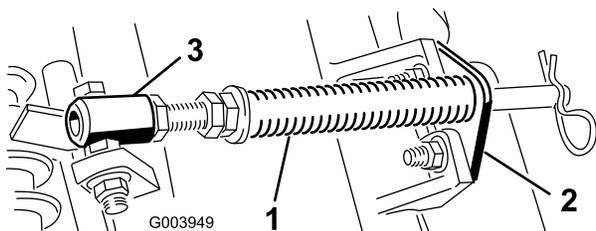

**Figura 9**
5. Il contrappeso (Figura 9) deve essere montato dal lato giusto dell'elemento di taglio, come descritto nel *Manuale dell'operatore* degli elementi di taglio.